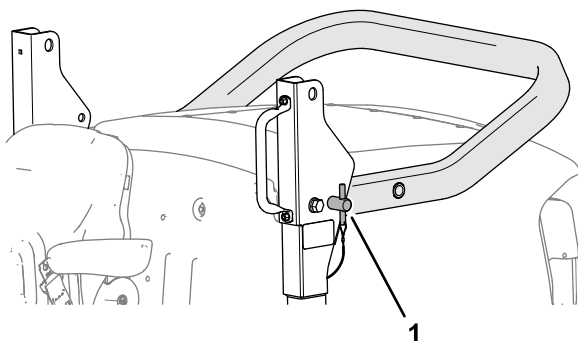

Bild 22
5. Führen Sie die Überrollbügelstifte in die unteren Löcher der Schwenkhalterungen (**Bild 22**).